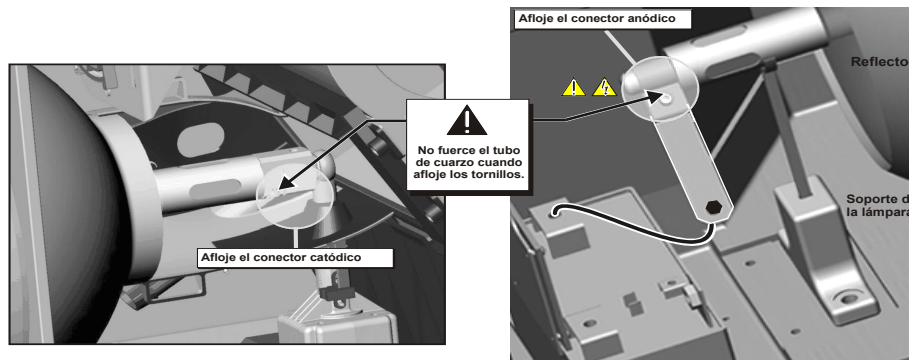

Figura 4-1 Suelte los conectores del cátodo (-) y del ánodo (+) para quitar la bombilla.
- Suelte los tornillos de fijación de los conectores de la lámpara negativo/catódico (trasero, 0,27 cm) y positivo/anódico (frontal, 0,47 cm). Asegúrese de aplicar una torsión mínima y NO APLIQUE ESFUERZOS sobre el tubo de cuarzo. (Figura 4-1).